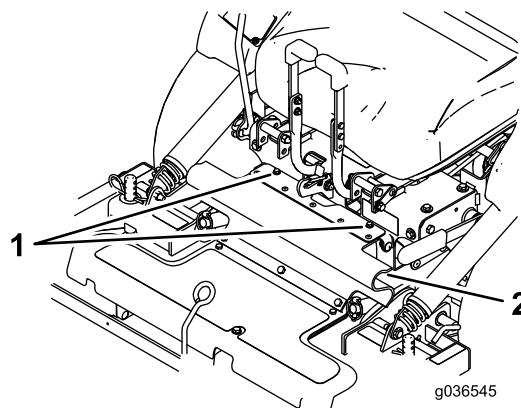

Figura 72
8. Afloje los pernos de sujeción del protector de goma (Figura 72).
8. Alinee la parte superior del protector de goma, y sujétela con los pernos de sujeción (Figura 72).